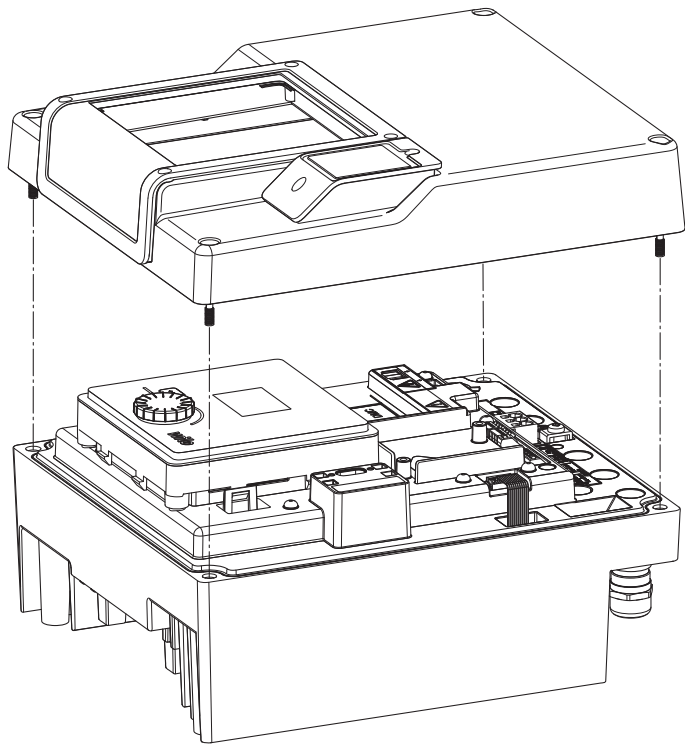

Fig. 45: Ouvrir le couvercle du module électronique
- Ouvrir le couvercle du module électronique. (Fig. 45).